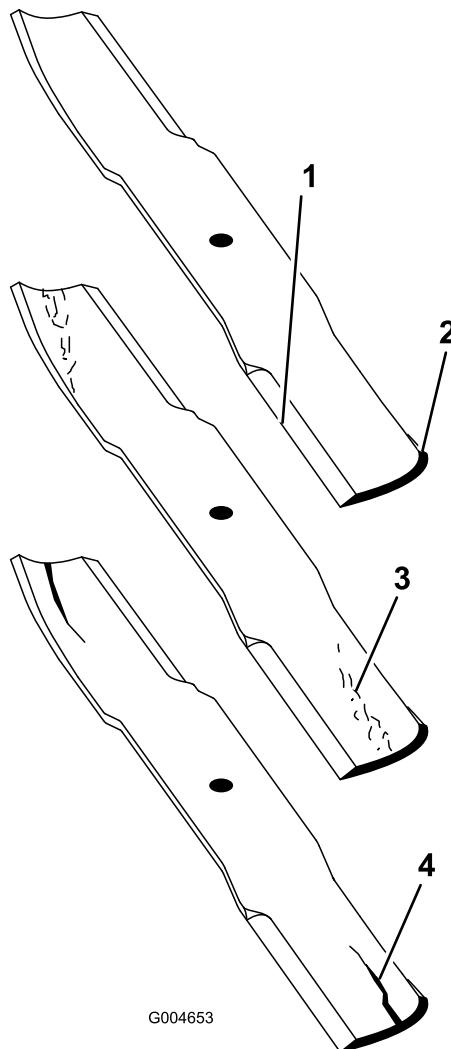

Figure 69
1. Examinez le tranchant des lames (Figure 69).
2. Inspectez les lames, surtout la partie relevée (Figure 69).
**Remarque:** Remplacez immédiatement toute lame endommagée, usée ou qui présente une entaille (Figure 69).